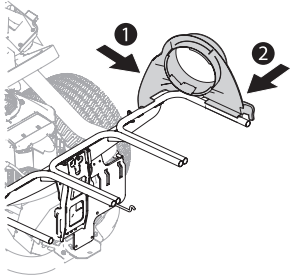

Figura 12
2. Coloque el soporte del canal superior (731-17272) en su lugar primero sujetando la parte lateral al riel del conjunto de la embolsadora (1) como se indica en la Figura 12.
3. Calce a presión el lado delantero del soporte del canal superior al riel del conjunto del colgador(2), como se muestra en la Figura 12.